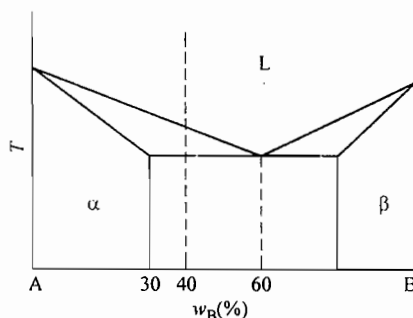

图 4-1 第五题第 1 小题图
1. (20 分) A-B 二元合金相图如图 4-1 所示。在固相不扩散、液相完全混合的条件下，水平放置的质量分数 $w_B = 40\%$ 的 A-B 二元合金溶液从左至右定向凝固成长为 L 的横截面均匀的合金棒。